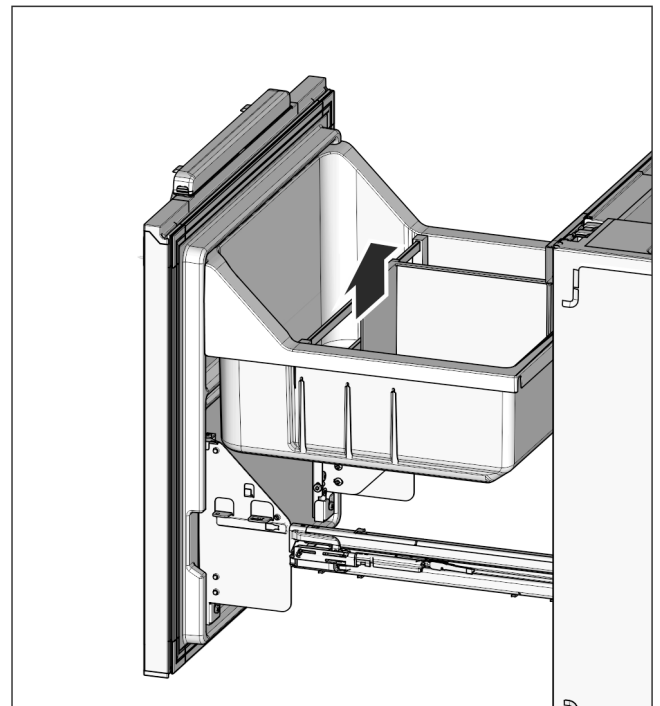

Fig. 25
- ▶ Ponovno vstavite držalo za steklenice Fig. 25 (32) in izvlečno korito Fig. 25 (31).